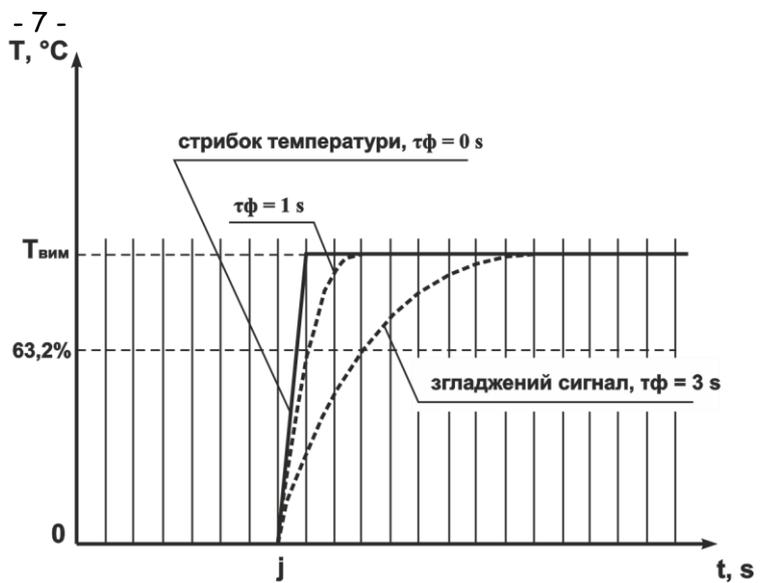

Рисунок 3.6
3.2.4.2 Цифровий фільтр усуває шумові складові сигналу, здійснюючи його експоненціальне згладжування. Основною характеристикою експоненціального фільтра є $тф$ – постійна часу цифрового фільтра, параметр $Ft\ 1$ ($Ft\ 2, Ft\ 3, Ft\ 4$) – інтервал, протягом якого температура досягає **63,2%** виміряного значення $T_{вим}$ (рисунок 3.6).